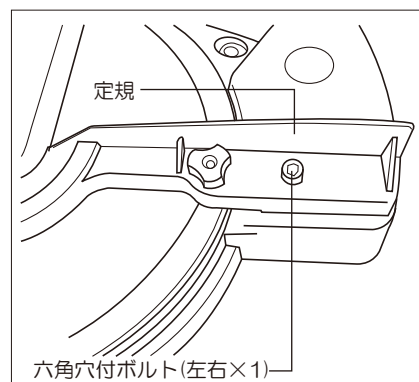

図11
- ①定規を固定している六角穴付ボルト2本を付属の六角レンチ(5mm)でゆるめてください。(図11参照)